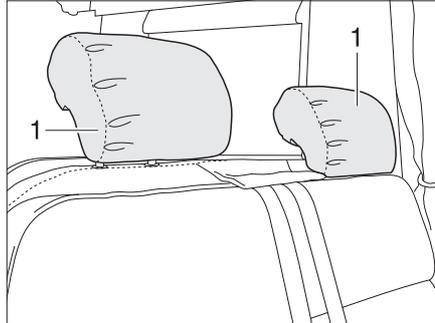

Fig. 21 Poggiatesta del sedile (Variante 1)
*Variante 1* ■ Tirare verso l'alto o spingere verso il basso i poggiatesta (Fig. 21,1).